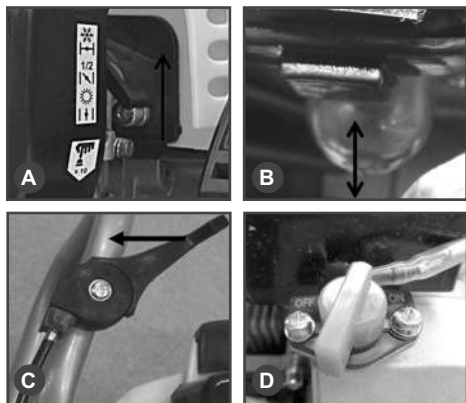

Рис.8 А – рычаг воздушной заслонки, **В** – ручной топливный насос, **С** – рычаг газа, **Д** – выключатель зажигания.
2. Закройте воздушную заслонку. Для этого рычаг заслонки переведите в верхнее положение (Рис.8А).
3. Рычаг газа установите в среднее положение (Рис.8С).
4. Нажмите на ручной топливный насос 5-10 раз, до появления в нем топлива. (Рис.8В).
5. Установите выключатель зажигания в положение ON (Рис.8Д)
2. Дайте двигателю мотопомпы поработать без нагрузки в течение 15-20 секунд, затем заглушите двигатель, установив выключатель зажигания в положение «OFF» Рис.8.